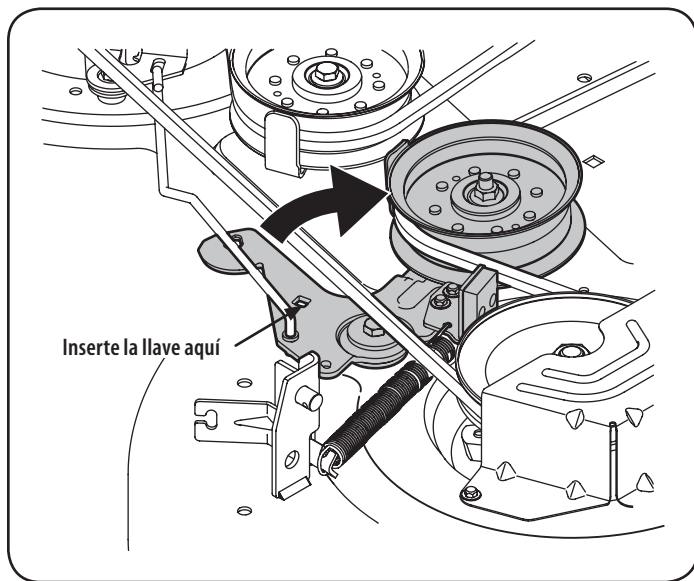

Figura 22
6. Trabajando en el lado derecho del tractor, inserte una llave de trinquete de 3/8", regulada para ajustar, en el orificio cuadrado del soporte intermedio. Vea la Figura 22.
7. Utilice la llave para girar hacia adelante la polea de transmisión de la plataforma. Vea la Figura 22.